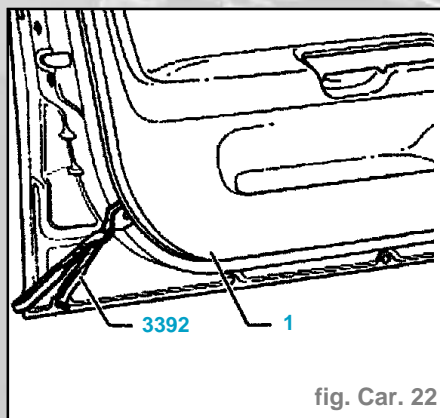

fig. Car. 22
- Déclipser le revêtement de porte (1) sur les côtés à l'aide de la pince de démontage 3392 (fig. Car 22).
- Dégager le revêtement de porte (1) du pertuis de glace en le soulevant.